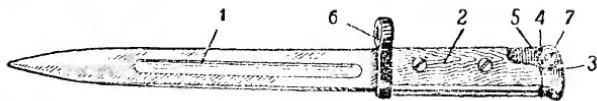

Рис. 52. Штык:
**52. Штык** (рис. 52) служит для поражения противника в штыковом бою. Он состоит из: клинка; рукоятки клинка; головки